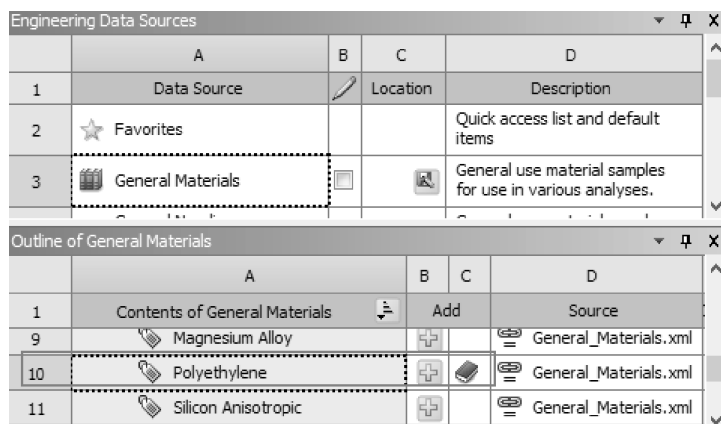

图 11-160 材料属性
(2) 在工程数据属性中增加材料：在 Workbench 的工具栏中单击 工程材料源库，此时的主界面显示【Engineering Data Sources】和【Outline of Favorites】。选择 A3 栏【General materials】，从【Outline of General materials】里查找聚乙烯【Polyethylene】材料，然后单击【Outline of General Material】表中的添加按钮 ，此时在 C10 栏中显示标示 ，表明材料添加成功，如图 11-160 所示。